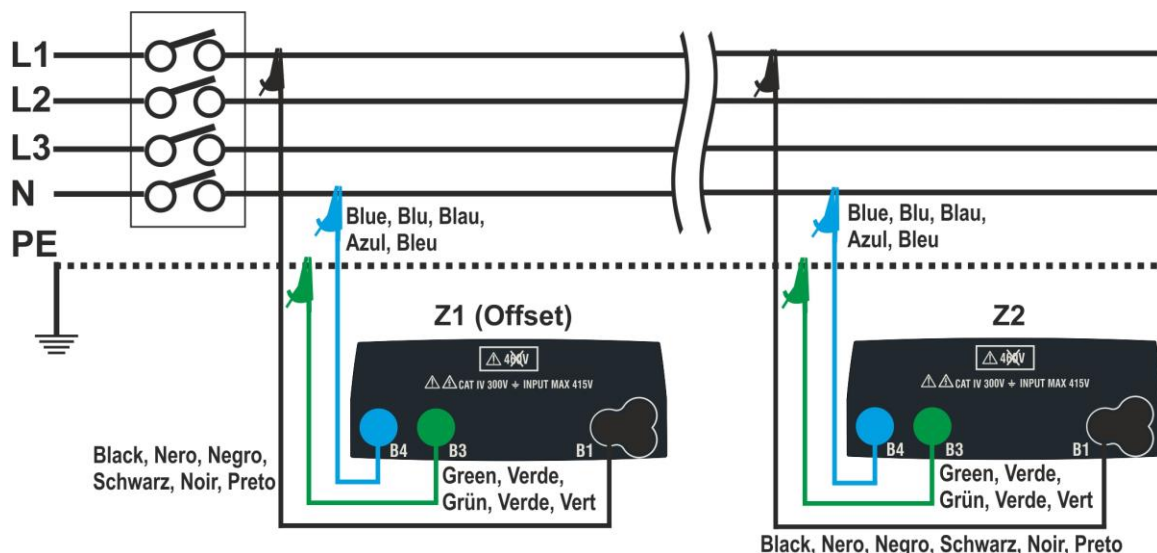
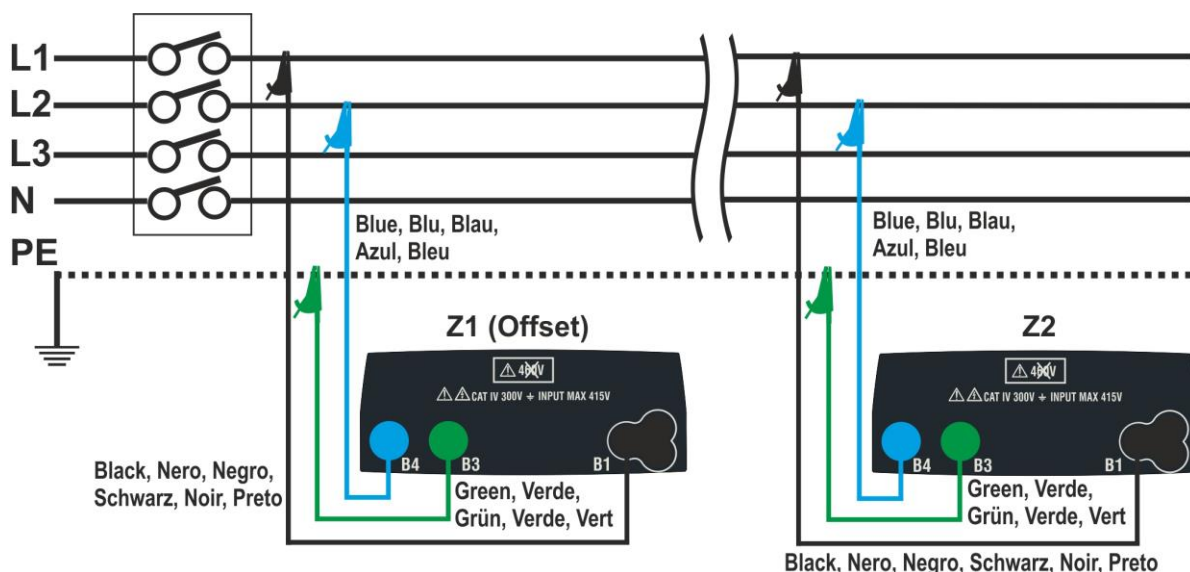

Fig. 37: Connexion instrument pour la mesure de chute de tension en mode L-N
Fig. 38: Connexion instrument pour la mesure de chute de tension en mode L-L
- Brancher l'instrument au point de départ de la ligne principale testée (typiquement en aval d'un dispositif de protection) en fonction de la Fig. 37 ou Fig. 38 pour effectuer la première mesure d'impédance **Z1 (Offset)**. Dans ce cas, l'instrument mesurera l'impédance en amont du point de départ de la ligne principale testée en la prenant comme référence de départ. La page-écran suivante (se référant à la mesure L-L) s'affiche
7. Brancher l'instrument au point d'extrémité de la ligne principale testée conformément aux Fig. 37 ou Fig. 38 pour mesurer l'impédance **Z2** en fin de ligne. Noter la valeur Z1 (Offset) précédemment mesurée affichée sur l'écran